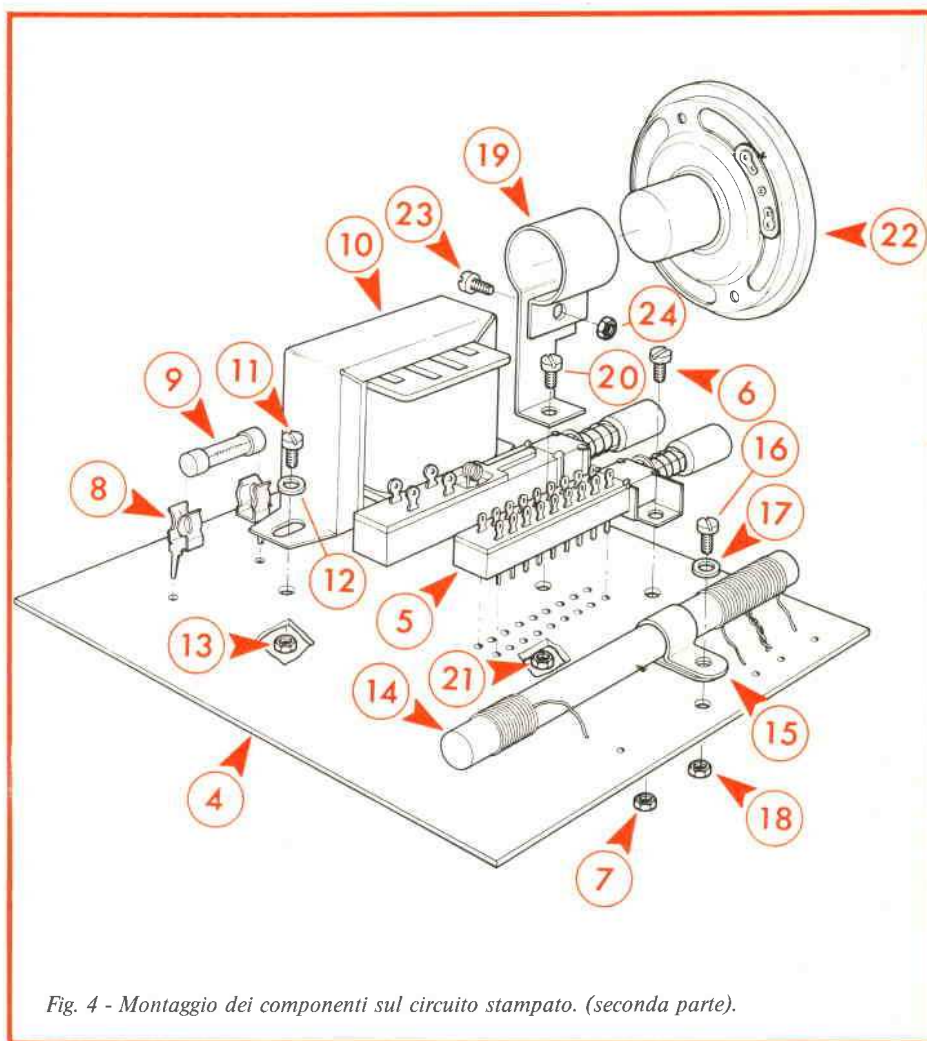

Fig. 4 - Montaggio dei componenti sul circuito stampato. (seconda parte).
3ª FASE - Montaggio dei componenti sul C.S. (seconda parte) (Fig. 4).
□ Montare sul circuito stampato la fascetta porta-altoparlante (19) fissandola nell'orientamento mostrato in fig. 4 mediante la vite (20) misura M3x6 e relativo dado (21).
□ Montare l'altoparlante (22) infilandone il magnete nell'occhiello della fascetta (19) e stringendo con la vite (23) misura M3x8 ed il dado (24) fino ad impedire qualsiasi movimento dell'altoparlante, che deve risultare con i contatti orientati come in figura.